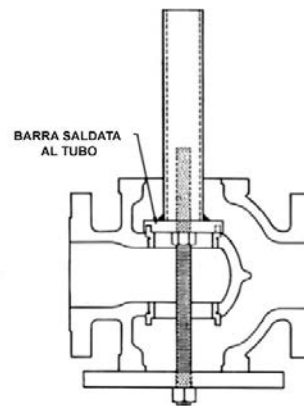

Figura 3
Gli anelli filettati della sede (15 e 16) sono installati e serrati dal produttore e dopo vari anni di esercizio la rimozione potrebbe rivelarsi difficile. Per facilitare la rimozione si possono fabbricare apposite chiavi di regolazione per gli anelli della sede, da abbinare a una chiave standard, che si potranno applicare alle alette della sede (vedere la Figura 3). Laddove la rimozione dell'anello fosse ancora impedita, si potrà riscaldarlo e usare un prodotto antigrippaggio per facilitare l'operazione.
- C. Installare e serrare gli anelli della sede utilizzando la chiave fabbricata e utilizzata in precedenza per la rimozione. (Vedere la Figura 3).